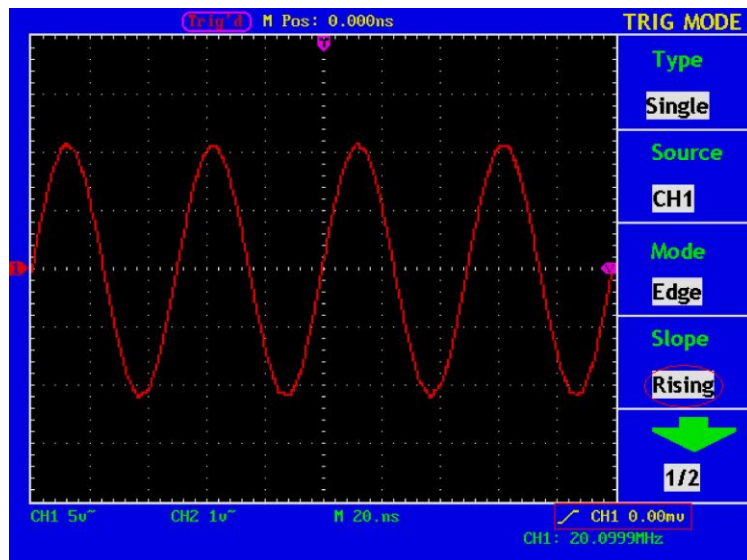

Abb. 38 Wellenform-Anstiegsflanke getriggert
5. Drücken Sie die Menüwahltaste **F4** und wählen Sie **Rising** bei Slope. Der Bildschirm wird angezeigt wie in Abb. 38